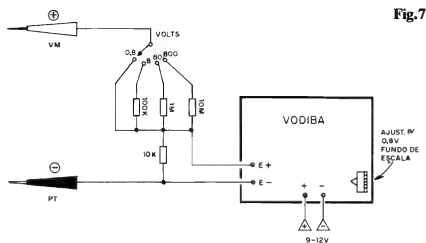

Fig.7
- FIG. 7 - VOLTÍMETRO MULTI-FAIXAS (0,8 A 800 VOLTS) - Com um mero divisor de Tensão dotado de 4 estágios "escolhíveis" por uma chave rotativa comum, podemos elaborar um voltímetro com 4 alcances (0,8-8-80-800 volts), super-útil na